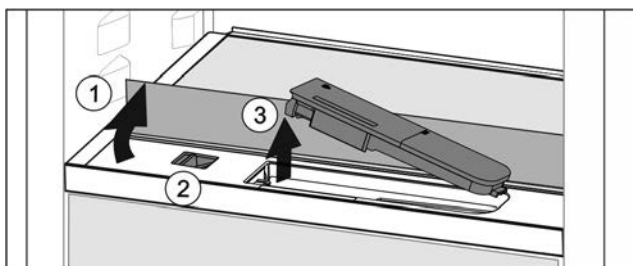

Fig. 35
- ▶ Поднять стеклянную панель и откинуть до упора назад Fig. 35 (1).
- ▶ Сдвиньте ползунок Fig. 35 (2) влево.
- ▶ Вынуть бак для воды Fig. 35 (3).